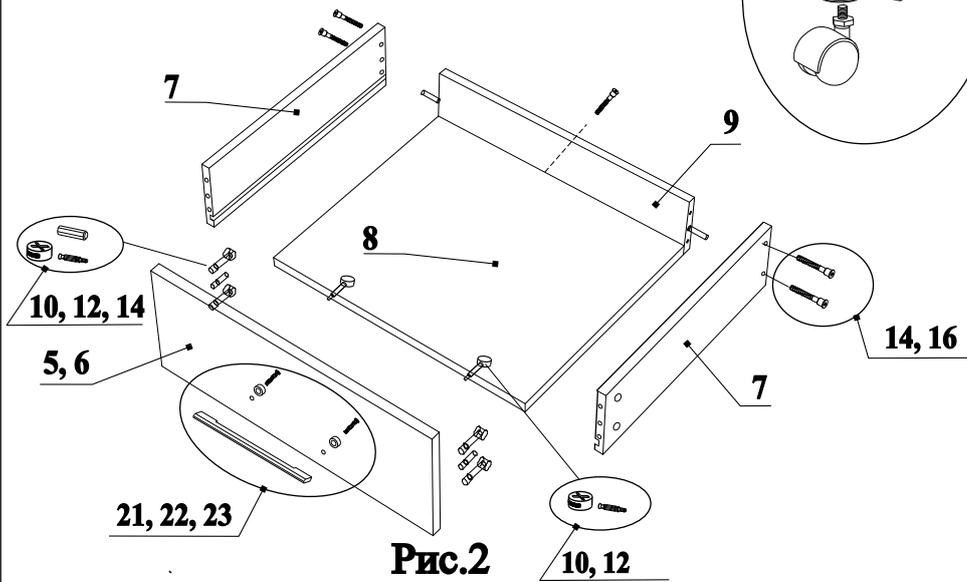

Рис. 2
9. В отверстия на деталях 7 вставить эксцентрики 12 стрелками к торцевым отверстиям (рис.2);
10. В торцевые отверстия на деталях 7 и 9 вставить шканты 14 (рис.2);
11. Соединить детали 7, 8 и 9 (деталь 8 вставляется в паз на деталях 7), закрутив конфирматы 16 (рис.2);
12. Соединить детали 7 и 5(6), затянуть эксцентрики 12 по часовой стрелке до упора (рис.2);
13. Привернуть к деталям 5 и 6 ручку 21 винтами 22, подложив под шляпку винта насадное кольцо 23 (рис.2);